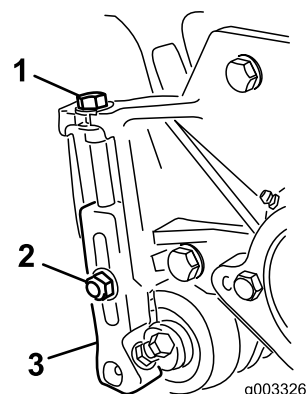

図 8
3. 刈り高ブラケットをCuttingユニットのサイドプレートに固定しているロックナットをゆるめる 図 8。